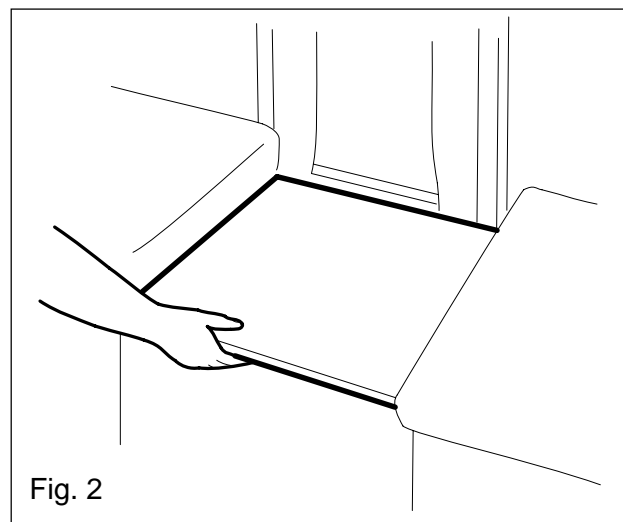

Fig. 2
5.3.3 Side Dinette Bed (Fig. 2)